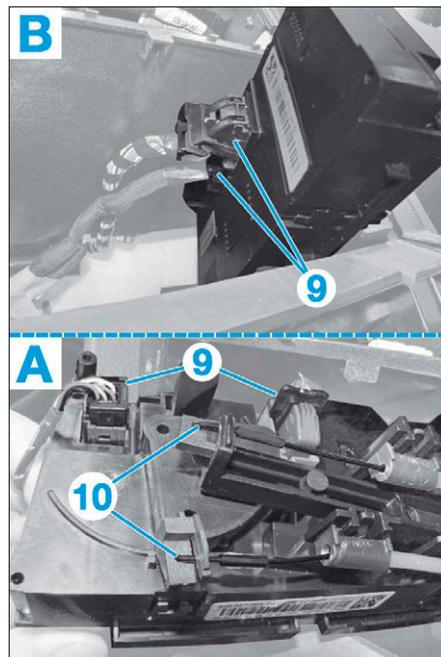

FIG. 32
• Débrancher les connecteurs (9) (Fig.32).
• Désaccoupler les câbles de commande (10) (climatisation manuelle).